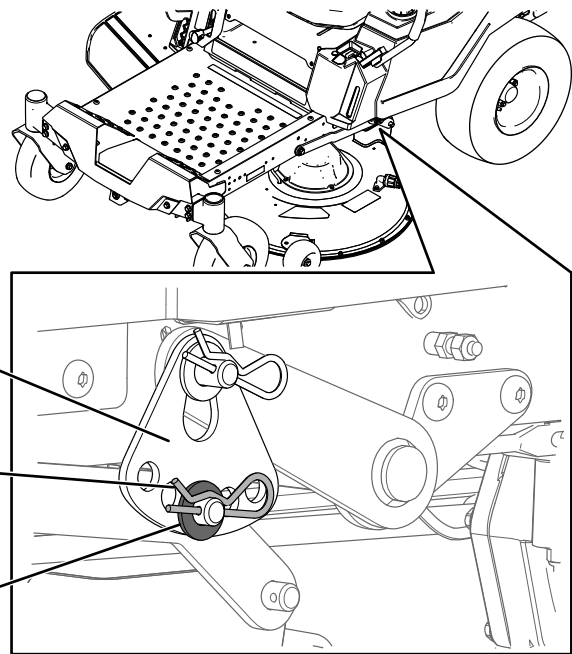

図 63
6. 下側昇降アームピンについているヘアピンコッターとワッシャを外す **図 63**。